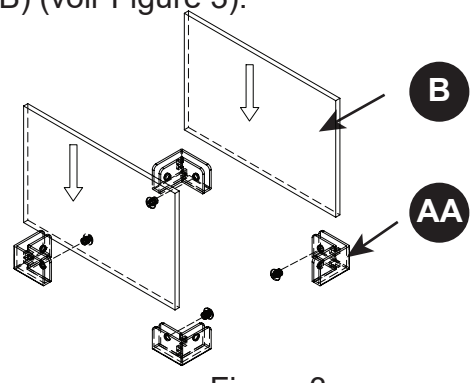

Figure 3
4. Insérer deux morceaux de verre (B) dans la rainure de la Supports (AA), puis serrer les boulons en utilisant le tournevis hexagonal (BB) (voir Figure 3).